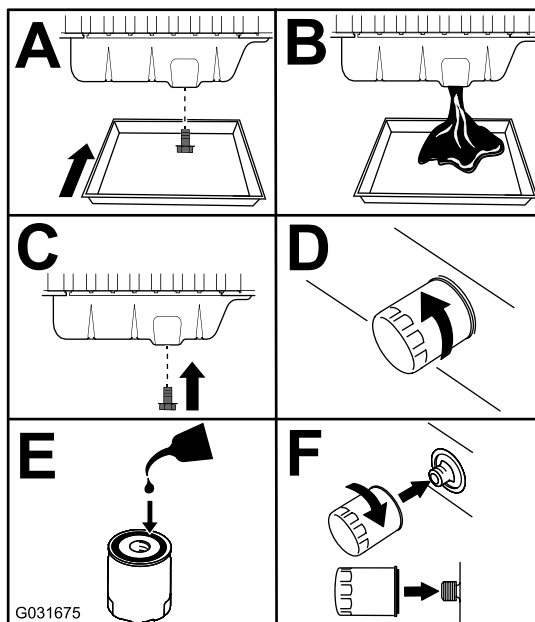

Figura 79
3. Sostituite l'olio motore e il filtro (Figura 79).